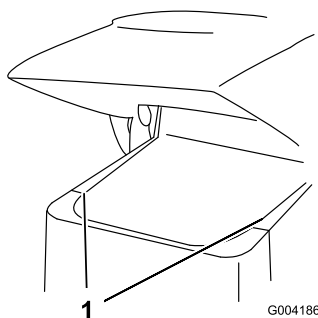

Bild 28
2. Schieben Sie die Seitengitter (Bild 28) nach oben und aus den Schlitten im vorderen Gitter und im Rahmen.